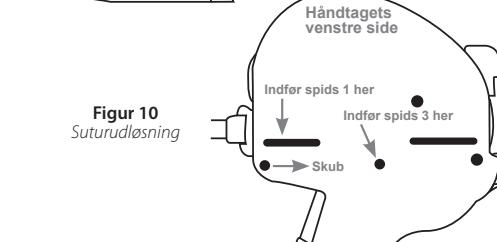

Figur 8
5.1.1 Hvis kanylen ikke trækkes tilbage, indføres spids 2 på redskabet til udløsning af håndtaget (**Figur 8**) i hullet på højre side af huset (**Figur 9**). Spids 3 skal vende mod retraktionsgrebet. Mens det stadig er indført, drejes og holdes redskabet til udløsning af håndtaget med uren med et let tryk med fingeren, ca. 5-10 grader. Klem derpå let på håndtagsudløseren.
5.2.1 Hvis man ønsker at afklippe monofilamentsuturen uden at indføre det urethrale endestykke, indføres spids 3 af redskabet til udløsning af håndtaget (**Figur 8**) i hullet på venstre side af huset (**Figur 10**).
5.2.2 Hvis suturen ikke bliver helt afklippet på trin 5.2.1, indføres spids 1 af redskabet til udløsning af håndtaget (**Figur 8**) i furen foran til venstre på huset, og redskabet skubbes fra forsiden til bagsiden (**Figur 10**).